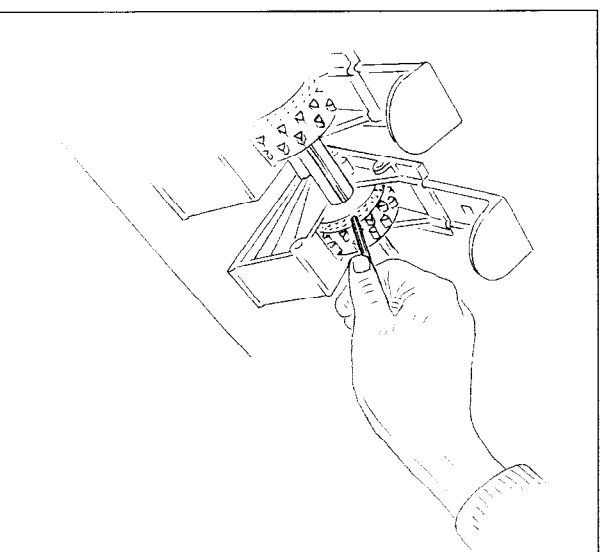

Fig. 7.25
- Fixez les roues distributrices (fig. 7.25) sur l'arbre de distribution. Pour ce faire, vissez le goujon fileté dans la roue distributrice jusqu'à ce que la roue soit entraînée par l'arbre de distribution tout en présentant un léger jeu en rotation. Les goujons filetés trop fortement serrés exercent un effort de tension excessif sur la roue distributrice correspondante.